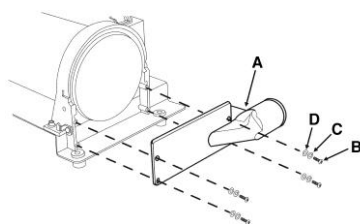

fig. 20
2. Retirez la goulotte d'évacuation de la poussière (A) à l'aide des vis (B), des rondelles plates (D) et des rondelles à ressort (C) (fig. 20).